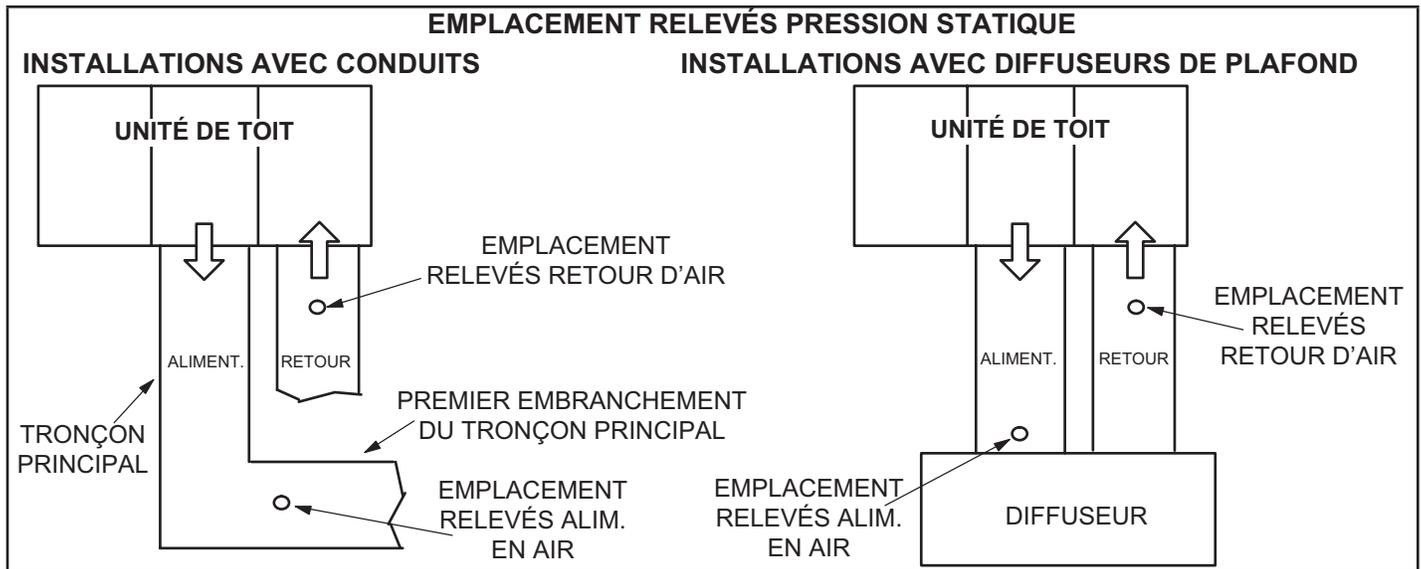

FIGURE 12
- 4 - Avec tous les panneaux d'accès en place, mesurez la pression statique à l'extérieur de l'unité (depuis l'alimentation jusqu'au retour). Les données de rendement du ventilateur sont basées sur les mesures de pression statique réalisées aux endroits indiqués à la FIGURE 12.